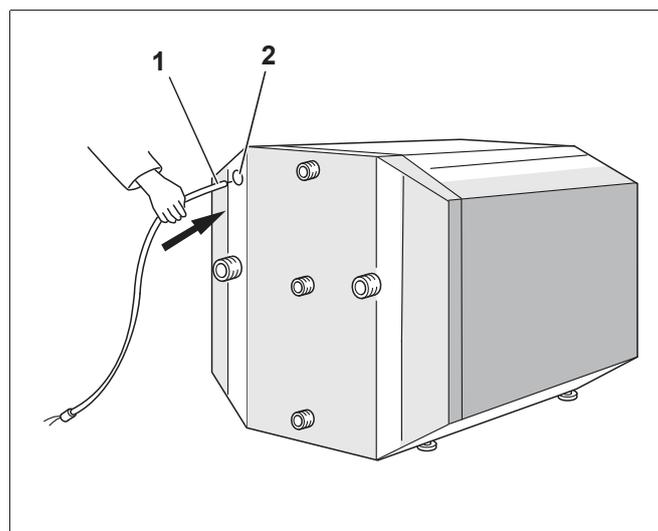

Рис. 9 Установка датчика температуры
- Ввести датчик (рис. 9, **поз. 1**) с задней стороны бака в отверстие кабельного канала (рис. 9, **поз. 2**). Для типа LT300/1 нужно удлинить провод датчика, используя для этого входящий в поставку провод.